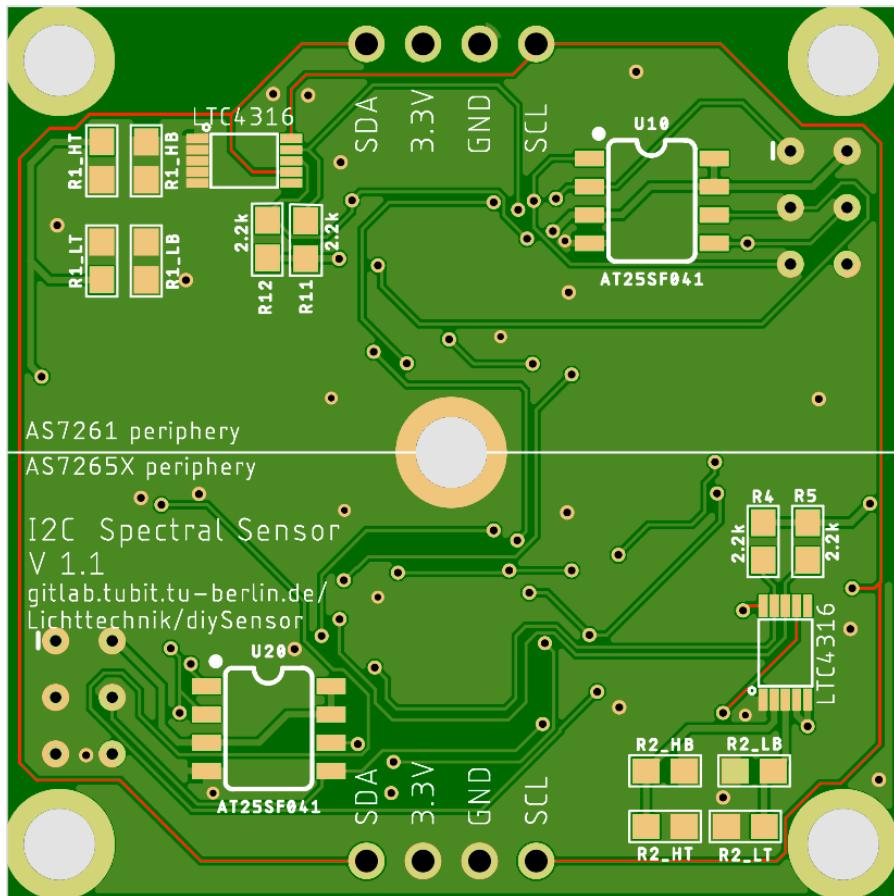

Abbildung 15: Rückseite des Sensorboards I2C Leitungenverlauf in Rot
**I2C Lanes:** Die I2C Leitungen haben ihren Ursprung auf der Adapterplatine und werden mithilfe der seitlichen Steckverbinder über die Sensorboards durchgeschleift. Die maximal mögliche Länge einer I2C Leitung hängt von der Länge der Leitungskapazität sowie äußeren Störeinflüssen ab. Die Data und die Clock Leitung sind möglichst weit von anderen Datenleitungen, also auch von einander entfernt platziert, da so Störeinflüsse durch elektromagnetische Felder minimiert werden. Außerdem wurde darauf geachtet, dass die beiden Leitungen auf den Platinen die gleiche Länge haben, da sich sonst die Differenzen der Leitungslänge mit jeder angeschlossenen Platine addieren und es zu Timing Differenzen zwischen der Daten und Clock Leitung kommt. Der Verlauf der Leitungen ist in Abbildung 15 und 14 Rot gekennzeichnet.